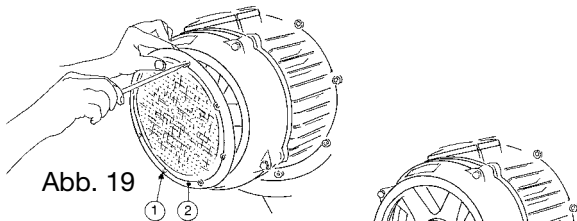
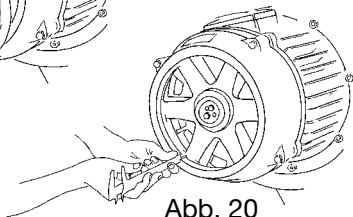
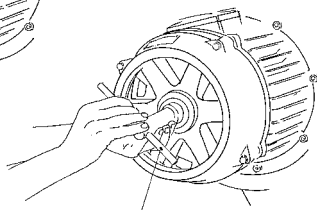

Abb. 19
Abb. 20
Abb. 22 Regulierschlüssel
Dieser Vorgang muss bei stehendem Seilzug und ohne Last durchgeführt werden. Schrauben, Pos. 1, abschrauben und das Gitter, Pos. 2, (Abb. 19) entfernen; die Messung an einem beliebigen Punkt zwischen dem Bremsventilator (Abb. 20) und einer Oberfläche des Formhalters bei angebremsster Bremse durchführen. Nachdem diese Messung durchgeführt wurde, den Ventilator mit Hilfe eines Hebels mittig nach innen in Richtung des Motors verschieben und eine weitere Messung durchführen, dabei den Unterschied registrieren (Abb. 20). Sollte der Unterschied die Nennwerte (0,8/1,2 mm) überschreiten, folgendermaßen vorgehen:
- Schrauben, Pos. 21, abschrauben, dann den Anziehring im Uhrzeigersinn drehen und die mittige Verschiebung, die den Nennwert überschreitet, zu beheben. Dabei ist zu beachten, dass eine gesamte Drehung des Anziehrings 2 mm entspricht (Abb. 22). Wurde der Zustand behoben, die Messung bei offener Bremse wiederholen (Abb. 20) und überprüfen, dass die mittige Verschiebung im Nennwertbereich liegt; Schrauben und Gitter wieder anbringen (Abb. 19).